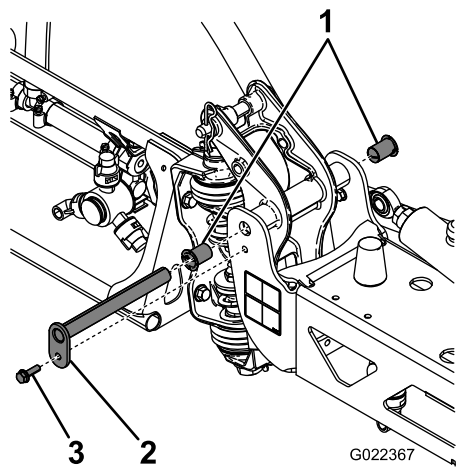

图57
3. 支撑住喷洒臂的重量，然后拆下将枢轴销紧固到喷洒臂组件的螺栓和螺母 (图57)。
6. 从枢轴支架的前后侧拆下尼龙轴套并进行检查（图57）。
8. 将喷洒臂和枢轴支架装回中心机架上，对准开口（图57）。